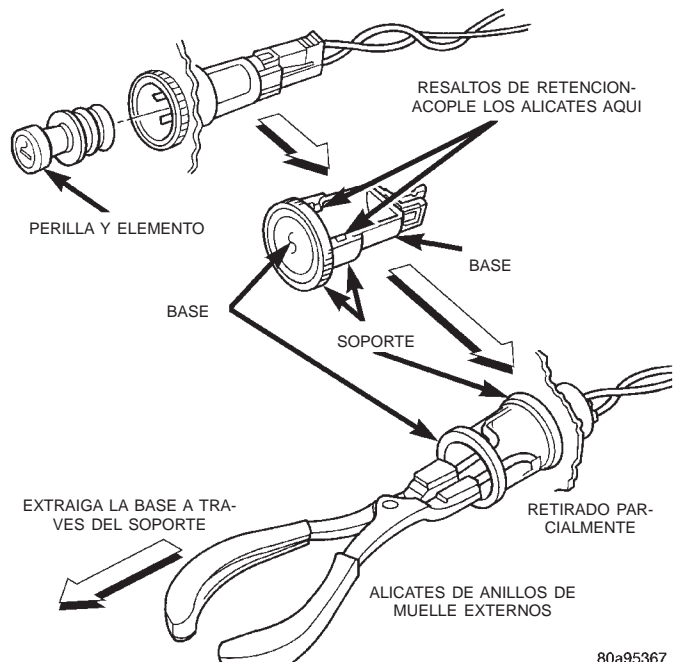

Fig. 9 Desmontaje e instalación de toma de corriente - Característica
(3) Mire dentro de la base del receptáculo de la toma de corriente y tome nota de la posición de los resaltes de retención rectangulares del punto de instalación que fijan la base del receptáculo en el panel de cuarto trasero (Fig. 9).